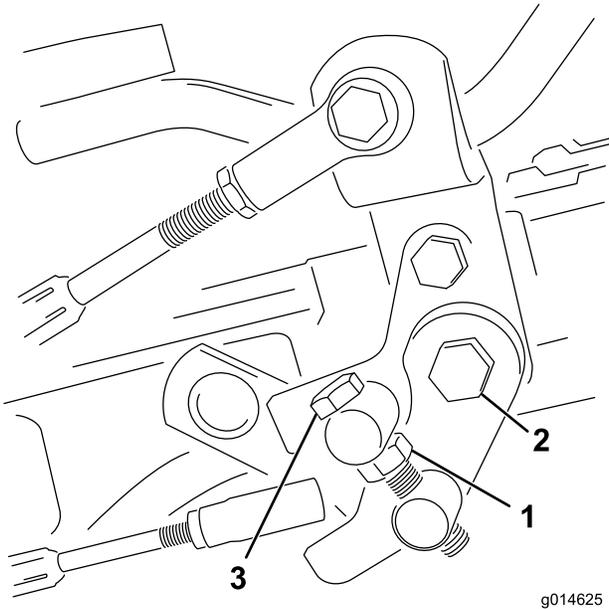

图48
1. 松开枢轴螺栓上的锁紧螺母（图48）。
4. 上紧枢轴螺栓上的锁紧螺母和踏板枢轴上的螺母、锁定调整（图48）。检查调整情况，并按需要调整。